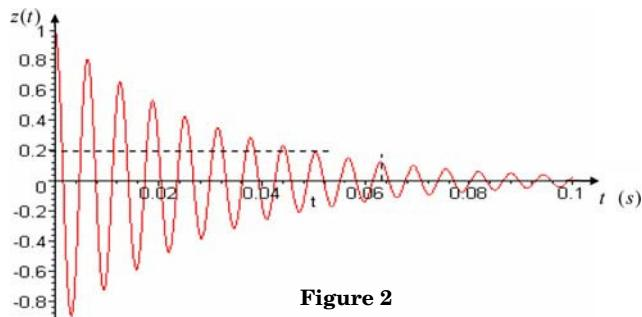

Figure 2
c) On enregistre (cf. figure 2) l'évolution temporelle suivante pour $z(t)$ (en cm):